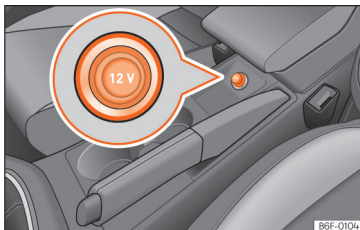

Рис. 136 Автомобільні розетки 12 В.
- Витягніть кришку розетки на центральній консолі »»» **рис. 136.**